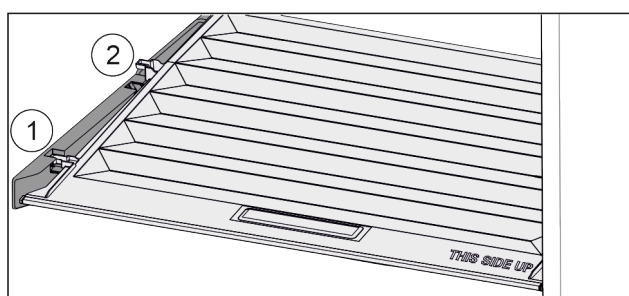

Fig. 134
- ▶ Træk dækslet fremad til åbning i holdedelene Fig. 134 (1).
- ▶ Løft nedefra og bevæg det opad og ud Fig. 134 (2).